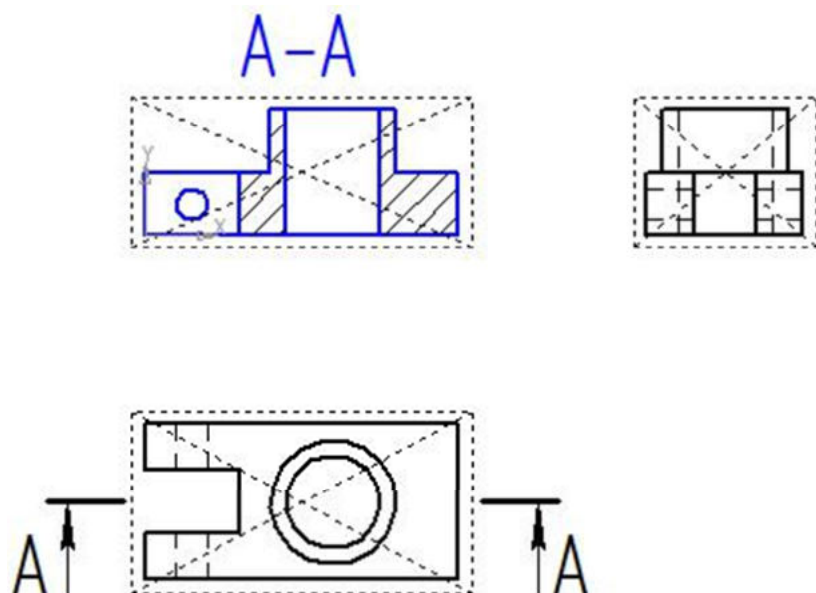

Рис. 10. Фронтальный разрез. Направляющая
- – обновите изображение. Построение фронтального разреза завершено (рис.10);